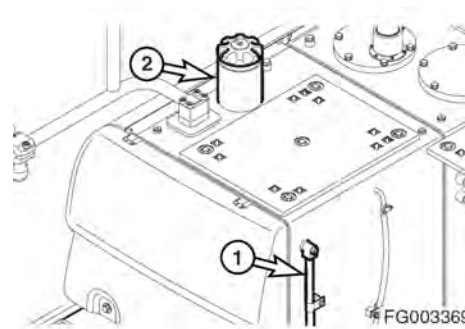

Рис. 20
1. В конце каждого рабочего дня следует заполнять топливный бак. Добавлять топливо следует через трубу заливной горловины топливного бака (1, рис. 20). Если работа выполняется при температуре 0°C или выше, применять ASTM № 2-D или его эквивалент. При температуре ниже 0°C использовать ASTM No. 1-D или его эквивалент.
3. Проверить уровень топлива в баке по показаниям смотрового указателя (2, рис.20) и индикатора топлива на контрольной панели. Заполнить бак соответствующим топливом через наливной патрубок.